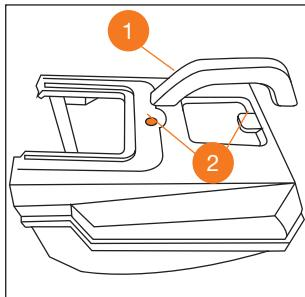

рис. 14
1. Вставьте ручку травосборника ① в посадочные отверстия ② и защёлкните её (Рис. 14).